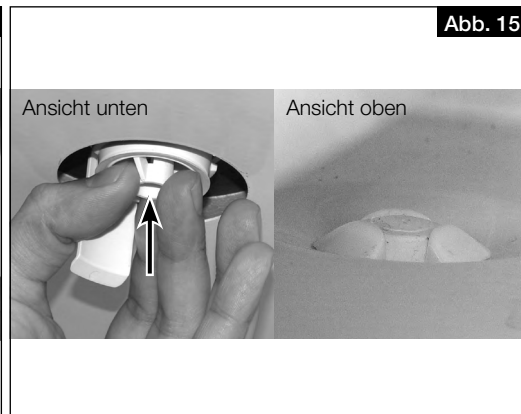

Abb. 15
2. Befestigungsteil von unten in die Öffnung der Bodenwanne stecken, bis die Krallen an der Blechkante der Bodenplatte einrasten (s. Abb. 15).